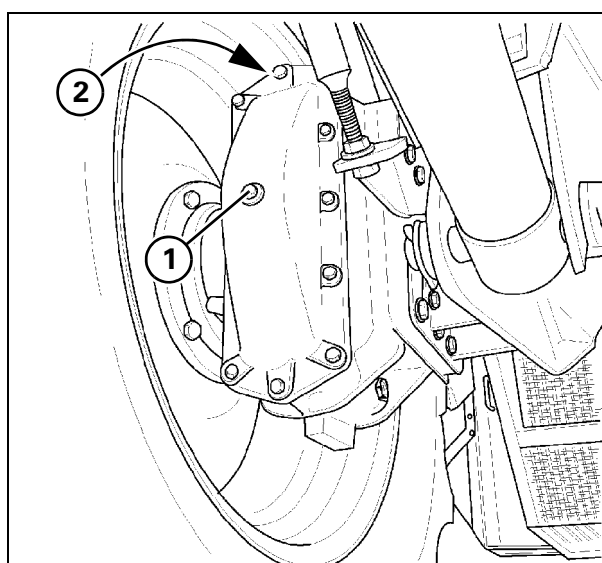

Рис. 37
**29.)- Картеры конечного привода** Рис. 37